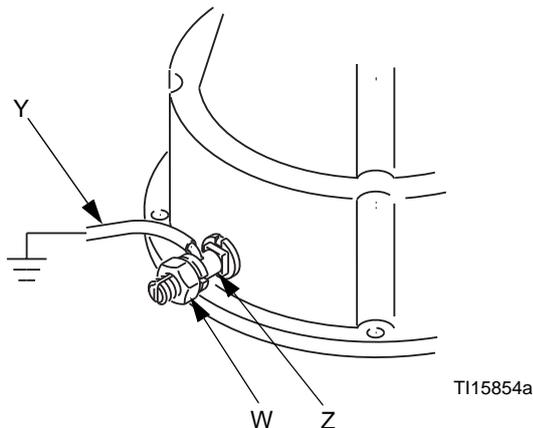

FIG. 1 Fio de aterramento
**Bomba:** Utilize um fio terra e uma abraçadeira. Consulte FIG. 1. Desaperte a contraporca (W) da lingueta de aterramento (Z). Introduza uma extremidade do fio de (Y) na lingueta de aterramento e aperte a contraporca firmemente. Conecte a abraçadeira de aterramento a uma ligação à terra verdadeira. Encomende o N° de peça 237569, Fio terra e abraçadeira.